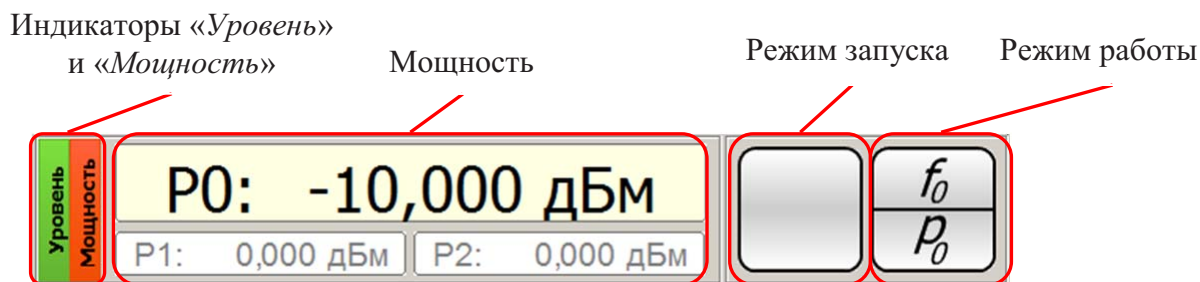

Рисунок 6.18 – Параметры мощности и режим работы
В параметрах мощности (рисунок 6.18) отображается:
1) в режиме «Фиксированная частота и мощность» и «Сканирование по частоте» отображается  $P0$  – значение текущей мощности, поля  $P1$  и  $P2$  затенены (рисунок 6.18);
1) не отображается в режиме «Фиксированная частота и мощность» (рисунок 6.18);